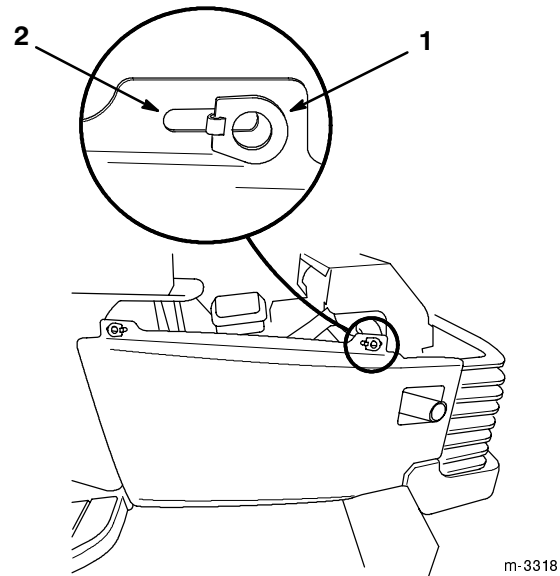

Figure 3
- A. Soulever les deux anneaux de verrouillage du panneau et les faire pivoter d'un quart de tour (90°) pour qu'ils puissent passer dans la fente (Fig. 3).